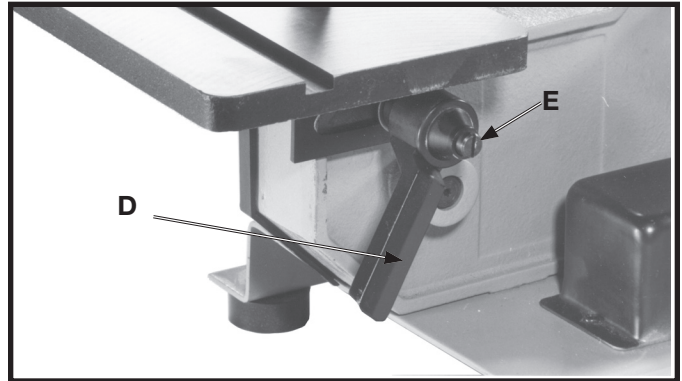

Fig. 18
3. Ensamble la agarradera (D) Fig. 18 al gorrón de cierre y afiánzela con el tornillo (E) y el resorte.
4. **AVISO:** La agarradera de cierre (D) Fig. 18 está accionada por resorte y puede ser colocada en distintas maneras tomando la agarradera y colocándola sobre el gorrón dentado localizado debajo de la agarradera.